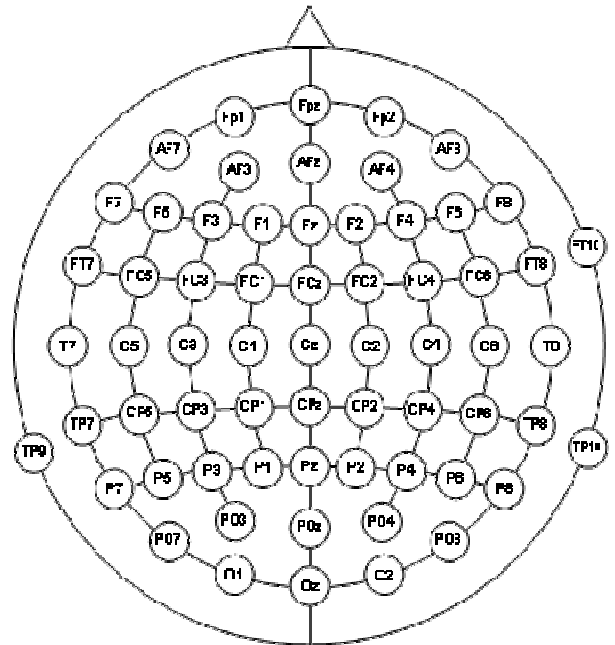

Figura 2: montaggio
- una configurazione con densità media CFG2, corrispondente al montaggio M11 della easycap, con 63 siti (figura 2), più al massimo tre siti per l'elettrooculogramma.